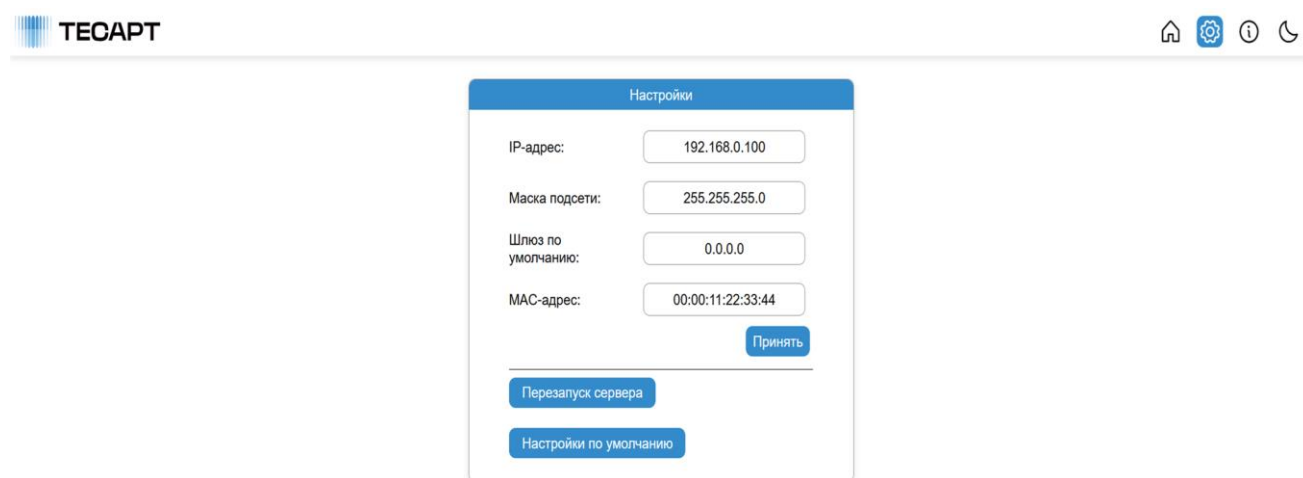

Рисунок 11 – WEB-интерфейс матрицы (сетевые настройки)
2.3.3.4 Кнопка  служит для перехода к вкладке установки сетевых настроек матрицы (рисунок 11).